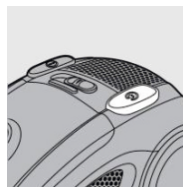

Рис. 11
- При необходимости ненадолго прервать уборку, выключите пылесос (рис. 10) и выньте вилку шнура из розетки, втяните шнур (рис. 11) и вставьте ребро насадки в специальную ячейку, установив трубку в удобное положение (рис. 12).
ПРЕДУПРЕЖДЕНИЕ: Опасность поражения электрическим током! Если на конце шнура питания вы видите красную метку, втяните шнур питания, нажав на кнопку втягивания. Втяните шнур питания до желтой метки (рис. 11).
ПРЕДУПРЕЖДЕНИЕ: Опасность получения травмы! Выключите пылесос после окончания уборки (рис. 10) и втяните шнур (рис. 11) питания. При втягивании шнура, держите вилку в руке таким образом, чтобы шнур не метался в разные стороны и не поранил вас или окружающих людей.